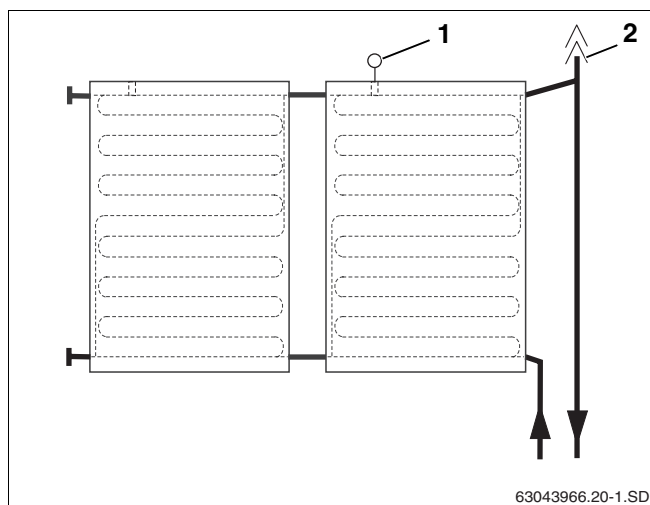

Fig. 35 Vista del acumulador de aire con purgador para la conexión de impulsión
Si se desea purgar la instalación solar con un purgador autom. (accesorio) en el punto más alto del equipo, es necesario colocar la tubería de impulsión con pendiente hacia el purgador (fig. 35, **pos. 2**) y la tubería de retorno con pendiente hacia el campo de colectores (fig. 35).